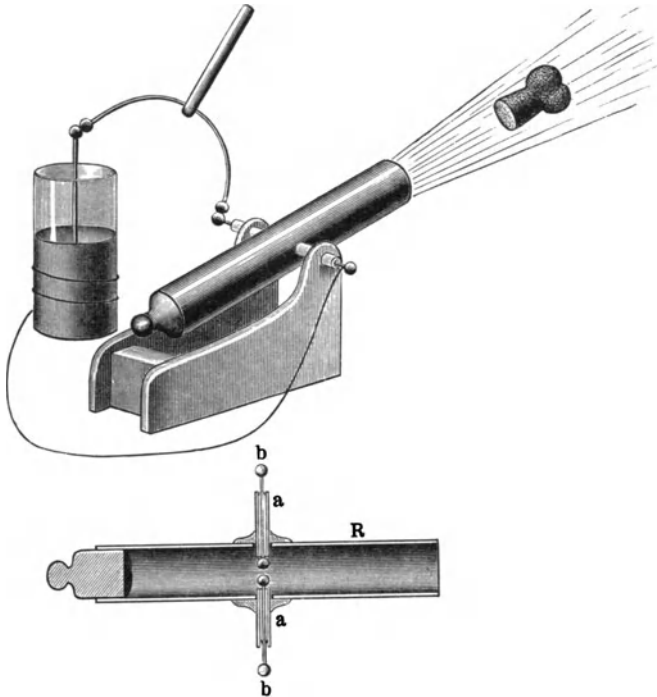

Fig. 141. Elektrische Knallgaskanone.
*** Eine elektrische Knallgaskanone.** In den größeren Eisenhandlungen erhält man gezogene Messingröhren in allen Längen und Weiten. Man wählt eine Rohrweite von der Stärke eines Wein- oder Champagnerkorkes und läßt sich von dieser Sorte ein zweifingerlanges Stück abjagen. Aus diesem Rohr soll die elektrische Kanone gebaut werden. Man durchbohrt dann — oder läßt durchbohren — das Rohr in der Mitte an zwei gegenüberliegenden Punkten, so daß man, wie es auch die Fig. 141 zeigt, zwei Glasröhrenstückchen *a* einführen und mit Siegellack festfitten kann. Bevor dies jedoch geschieht, fittet man in beide Röhren einen Draht ein, der beiderseits in eine kleine Metallkugel (angelötetes Schrotkorn) endet. Im Innern des Rohres stehen die Kugeln etwa 2 mm auseinander und bilden hier eine Funkenstrecke. Darauf wird das Rohr einerseits durch einen mit Siegellack fest eingekitteten Holzpfropfen verschlossen.